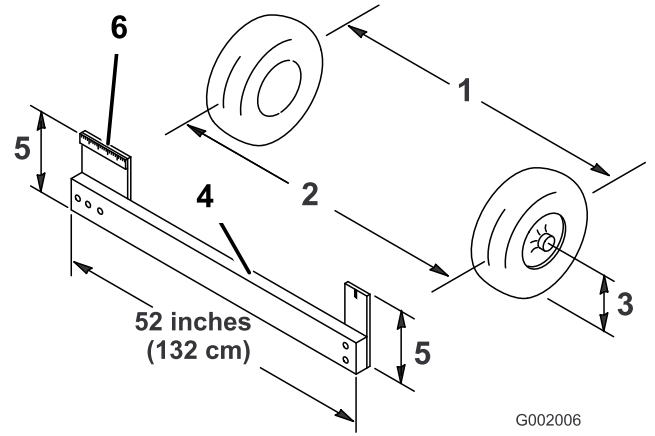

图50
4. 以轮轴的高度为标准，分别测出两个前轮的轮前距离和轮后距离（图50）。
注意：要测量轮轴高度的前轮轮后距离，需要使用夹具或定位仪。使用相同的夹具或定位仪，还可以以轮轴高度为标准，准确测量前轮的轮前距离（图50）。